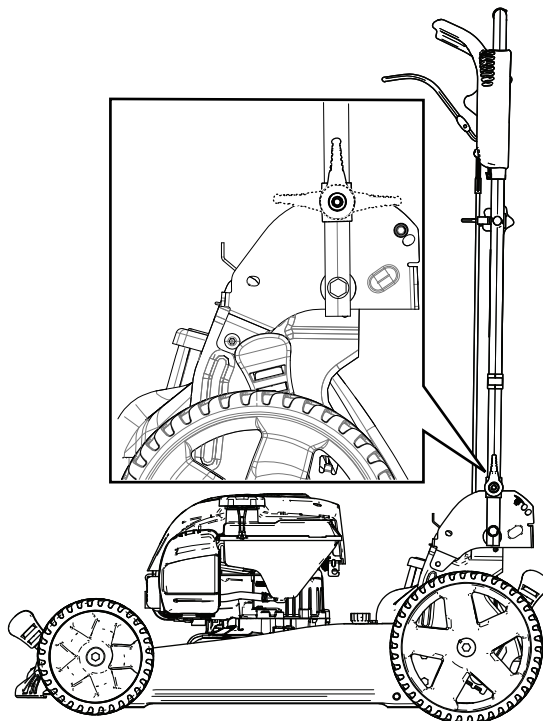

Figure 20
3. Rabattez le guidon vers l'avant soit à la verticale soit complètement abaissé, comme montré à la Figure 20.